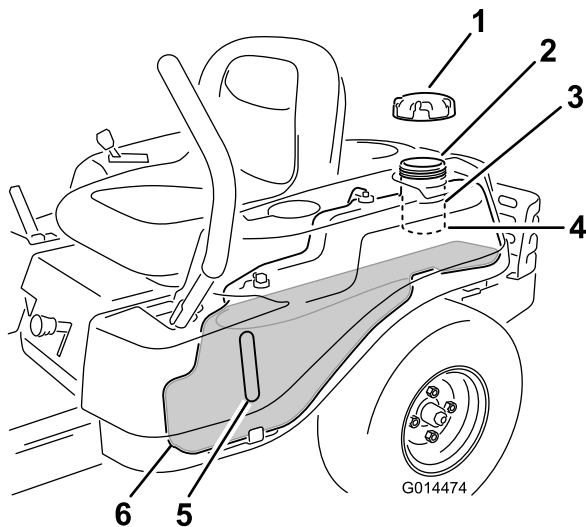

Figure 10
Remarque: Vous pouvez utiliser le regard pour vérifier la présence d'essence avant de faire le plein (Figure 10).
2. Versez **lentement** de l'essence sans plomb ordinaire jusqu'à ce que le niveau atteigne le bas du goulot de remplissage (Figure 10).